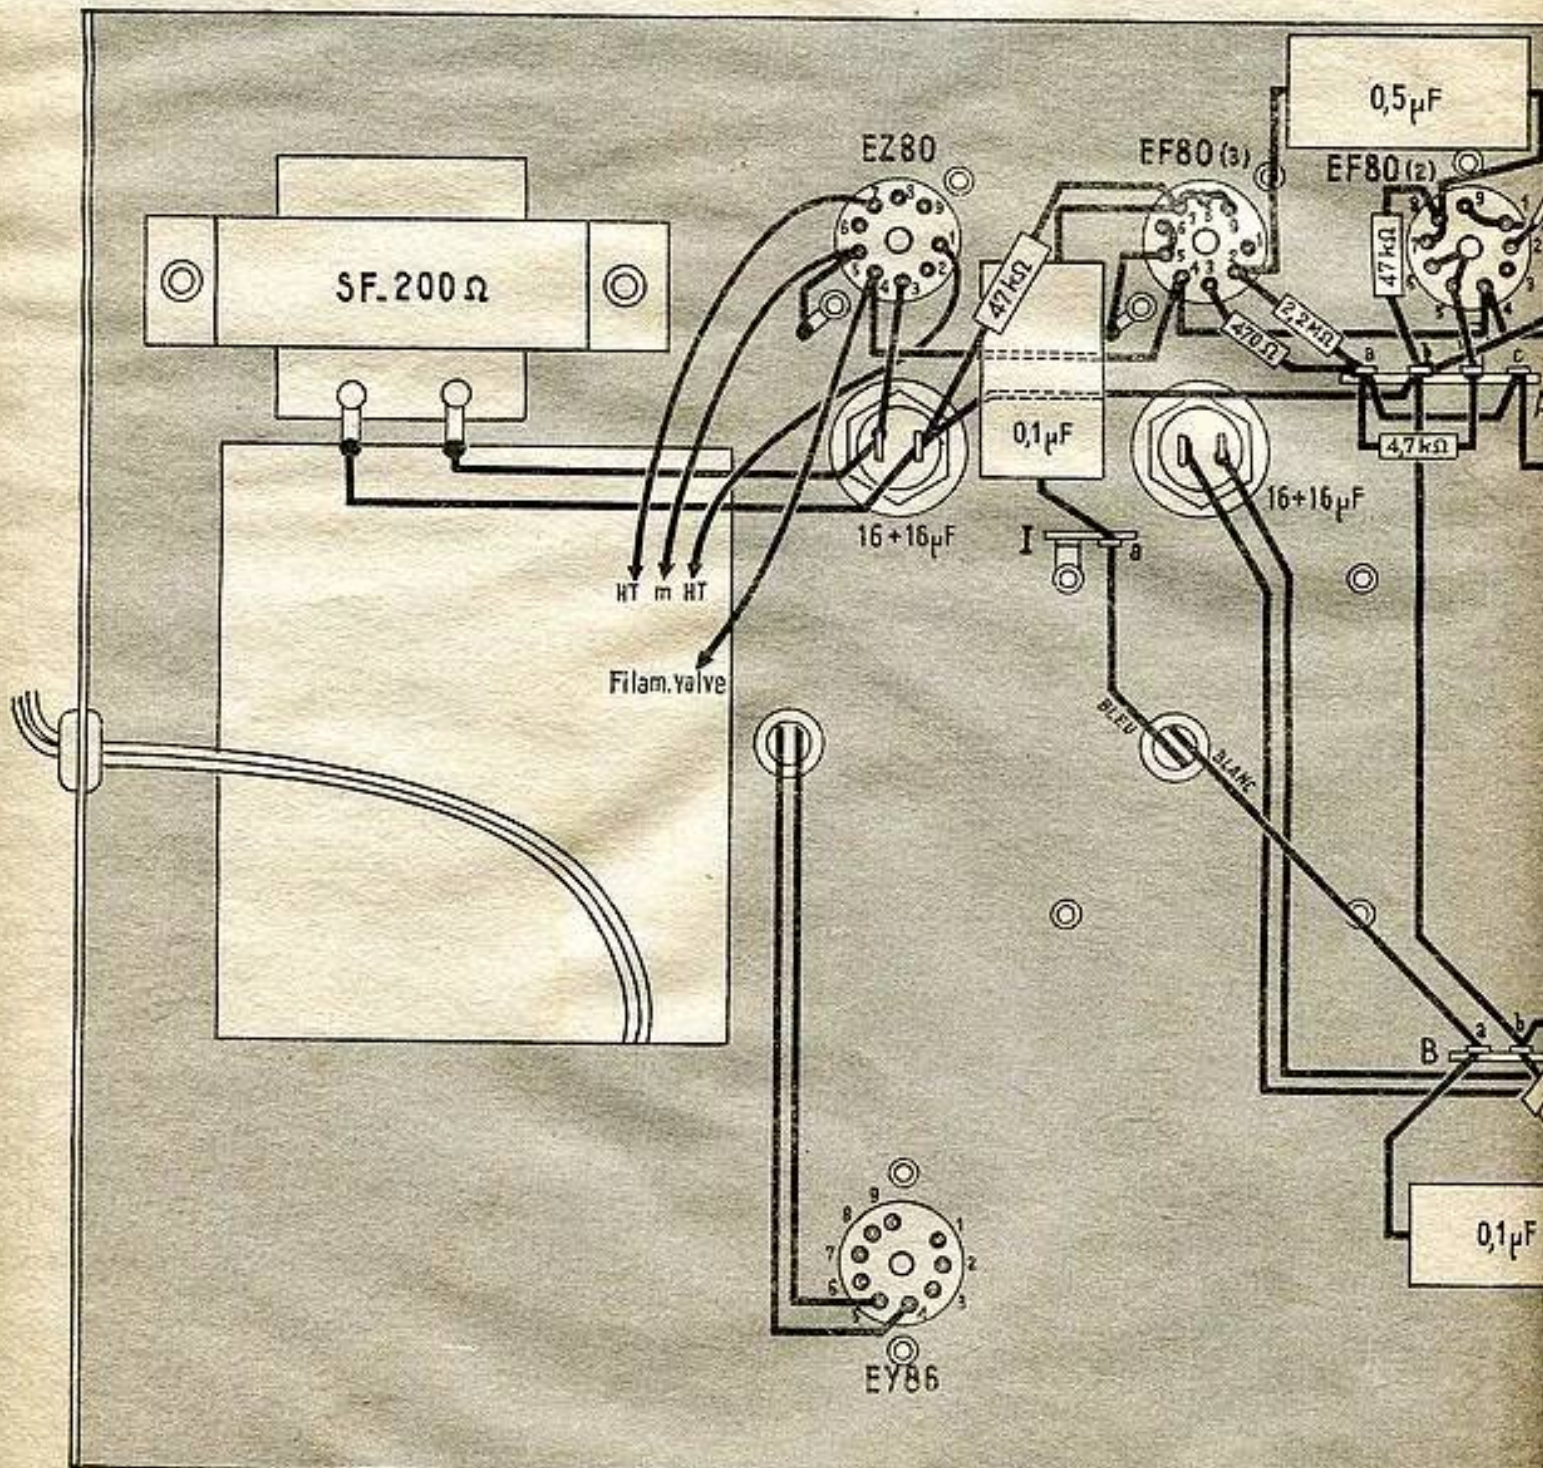

FIG.2. CABLAGE DU CHASSIS HORIZONTAL (DESSOUS)
Réalisation pratique (fig. 2, 3 et 4).
bornes « Entrée vertic ». Entre l'autre borne et la cosse a du relais J on soude un condensateur de $1\ \mu\text{F}$. Cette cosse a est reliée par un fil blindé à l'extrémité du potentiomètre « Gain vertic ». L'autre extrémité du potentiomètre est réunie à la masse. Par un fil blindé on connecte le curseur à la broche 2 du support EF80 (1). La gaine de ces fils est soudée à la masse comme il est indiqué sur le plan figure 2. Entre la broche 2 du support EF80 (5) et la cosse a on soude la torsade de fil de câblage C2 qui constitue le condensateur de $3\ \text{pF}$ mentionné lors de l'étude du schéma. Sur le support EF80 (1) on soude une résistance de $150\ \Omega$ entre la broche 3 et la gaine du fil blindé aboutissant à la broche 2. Une résistance de $10\ 000\ \Omega\ 1\ \text{W}$ entre la broche 7 et la cosse e du relais B, une résistance de $47\ 000\ \Omega$ entre la broche 8 et
Un relais (dont les caractéristiques sont indiquées figure 2).
FIG. 2. — Relais type MICRO. Caractéristiques techniques : résistance de la bobine : 7 000 Ω ; courant de collage : 0,8 mW; sensibilité 4 mW; courant de décollage : 0,6 mW; vitesse maximum de fonctionnement : 10 mS (1/100^e de seconde ou 50 contacts à la seconde); utilisation : inverseur unipolaire; pouvoir de coupure : 6 W (sur circuit ohmique); rupture brusque par aimant; précis et indéglable; sensibilité élevée et fortes attractions pour des excitations moyennes, assurées par son aimant permanent (fonctionne avec un courant de 1 mA).